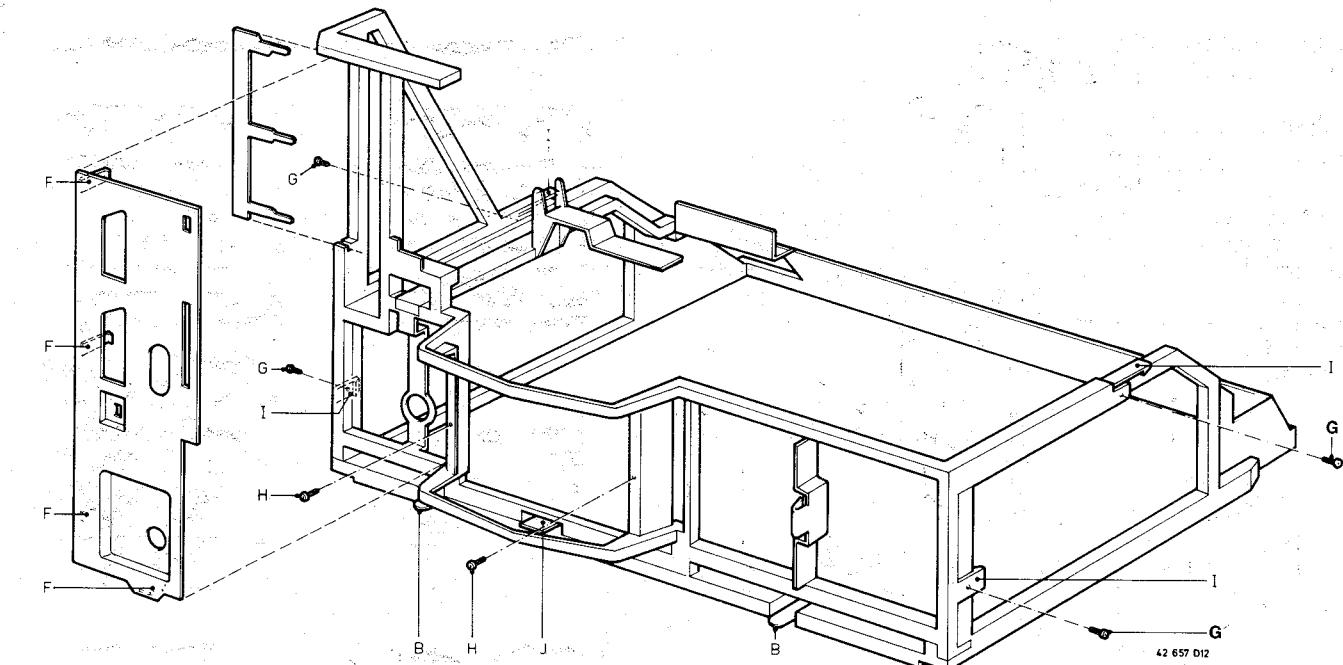

Fig. 5
Die gesamte Printseite (Lötseite) ist zugänglich, wenn die Schrauben G an beiden Seiten der Halterung (siehe Abb. 5) entfernt werden. Nach dem Entriegeln der Halterungen I an beiden Seiten des Chassis und herunterdrücken der Halterung J in der Mitte, drehe das Chassis nach links und lege es auf das "Source Select" Platte. Ziehe die Hauptplatine aus dem schwarzen Halterrahmen.
**3. Beseitigung der Befestigungsbügel der Hauptplatine (siehe Bild 5)**